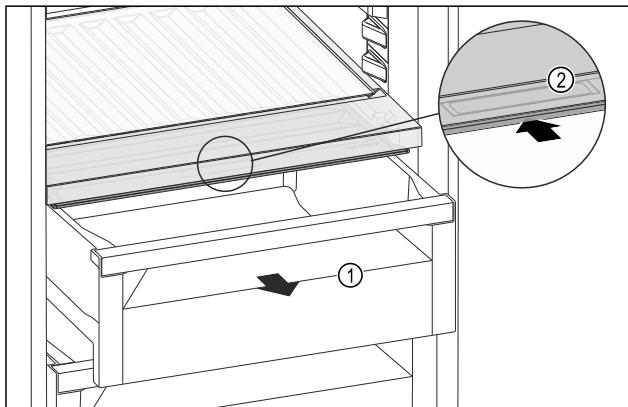

Fig. 134
- ▶ 拉出抽屉 Fig. 134 (1)。
- ▶ 抓住抽屉盖上的内嵌式拉手 Fig. 134 (2)，并同时向后推入抽屉盖。